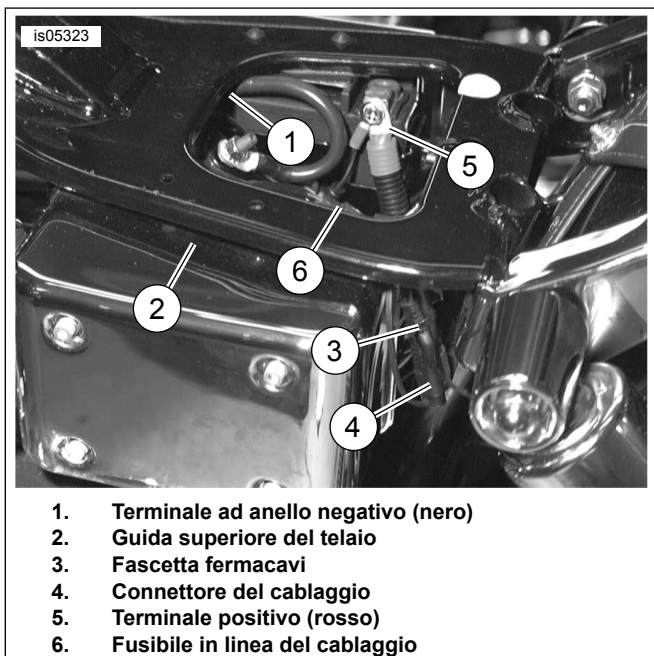

Figura 5. Disposizione del cablaggio della batteria dei modelli FXD (Dyna) (modelli 2005 e anni precedenti)
1. Vedere Figura 5. Passare il connettore del cablaggio (4) verso il lato sinistro (opposto) del telaio. Collocare ordinatamente il fusibile in linea (6) nella cavità che alloggia la batteria.